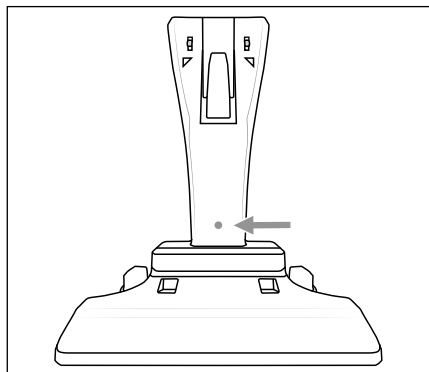

Fig. 1
- 1) Utilizați orificiul din suportul aparatului 22 pentru a marca gaura pe perete (fig. 1).
- 4) Așezați șurubul 26 în orificiul din suportul aparatului 22 (fig. 1) și înșurubați-l în diblu 27 cu o șurubelniță în cruce.